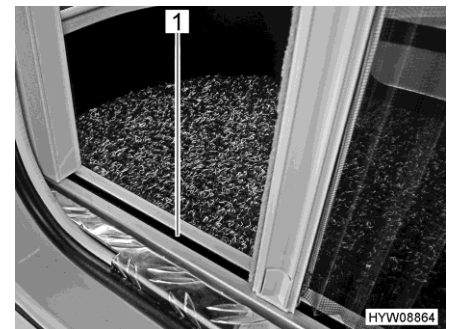

Bild 57 Insektsskydd (nedre ledning)
- ▷ Ta tag i listen med båda händer när du stänger och öppnar. Det minskar risken att insektsskyddet låser sig i ledningarna (Bild 57,1).